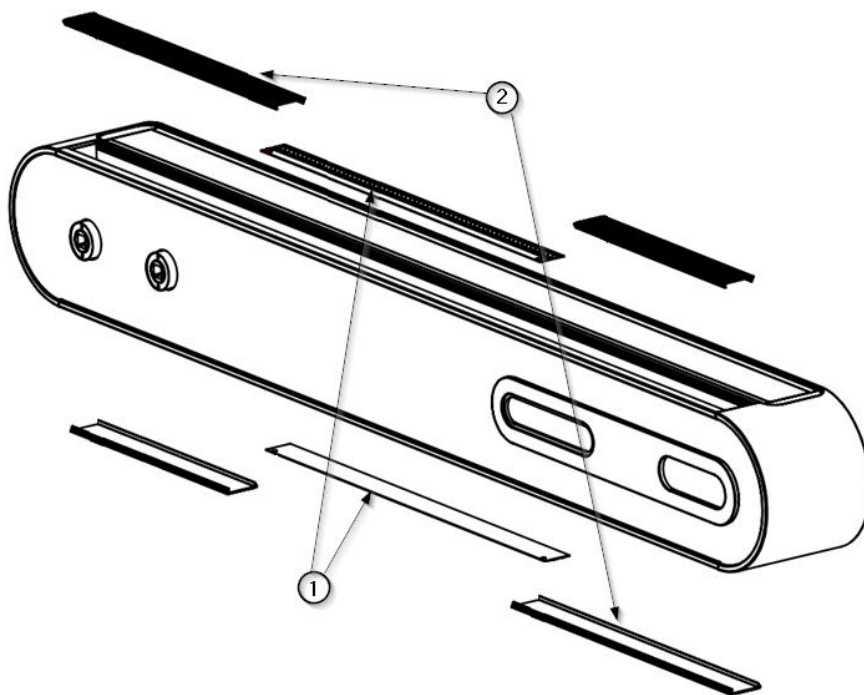

Fig. 1 Démontage des diffuseurs et des couvercles supérieur et inférieur
- À l'aide d'un outil à bec plat, retirer les diffuseurs de lumière ① comme indiqué dans la figure 1, en veillant à ne pas rayer la peinture des couvercles supérieur et inférieur ②.
- À l'aide d'un outil à bec plat, retirez les couvercles supérieur et inférieur de ②, comme indiqué dans la figure 1, en prenant soin de ne pas rayer d'autres parties du boîtier et de les laisser en lieu sûr.
- Remettez les couvercles supérieur et inférieur ② sur l'appareil et appuyez dessus pour les mettre en place jusqu'à ce que vous entendiez le son de l'écrêtage.